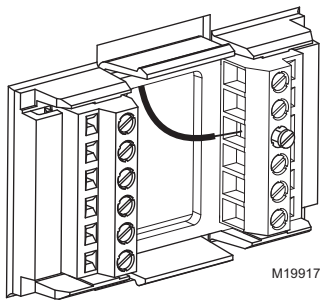

Fig. 8. Insertion des fils dans le bornier.
2. Dévisser les vis qui correspondent au type de système choisi; consulter le Tableau 1. Consulter le Tableau 2 pour obtenir une description de la désignation des bornes. Insérer les fils dans le bornier sous la vis dévissée. Voir la Fig. 8.